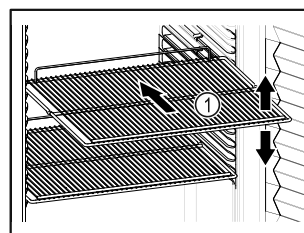

Fig. 61 Atvaizdo pavyzdys
- ❑ Jei pastatymo groteles *Fig. 61 (1)* galima perkelti, pritaikykite atsižvelgdami į aukštį.